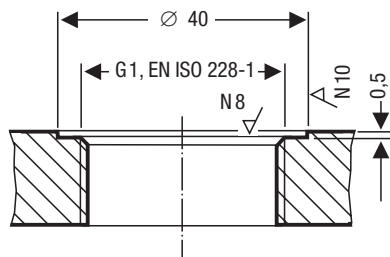

Fig. 12
1. Dichtflächen prüfen. **Fig. 7, Fig. 12**
- Die Dichtflächen vom Behältergewindestutzen oder Flanschdeckel müssen gemäß **Fig. 7, Fig. 12** technisch einwandfrei bearbeitet sein!